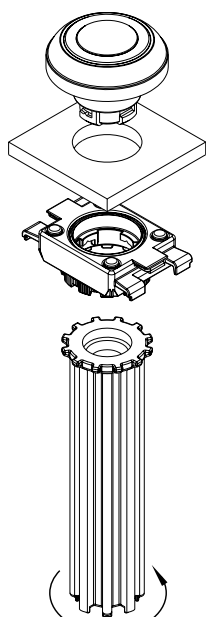

图4
1. 通过将RMW安装工具向右转动（见图4）组装操作元件和安装法兰